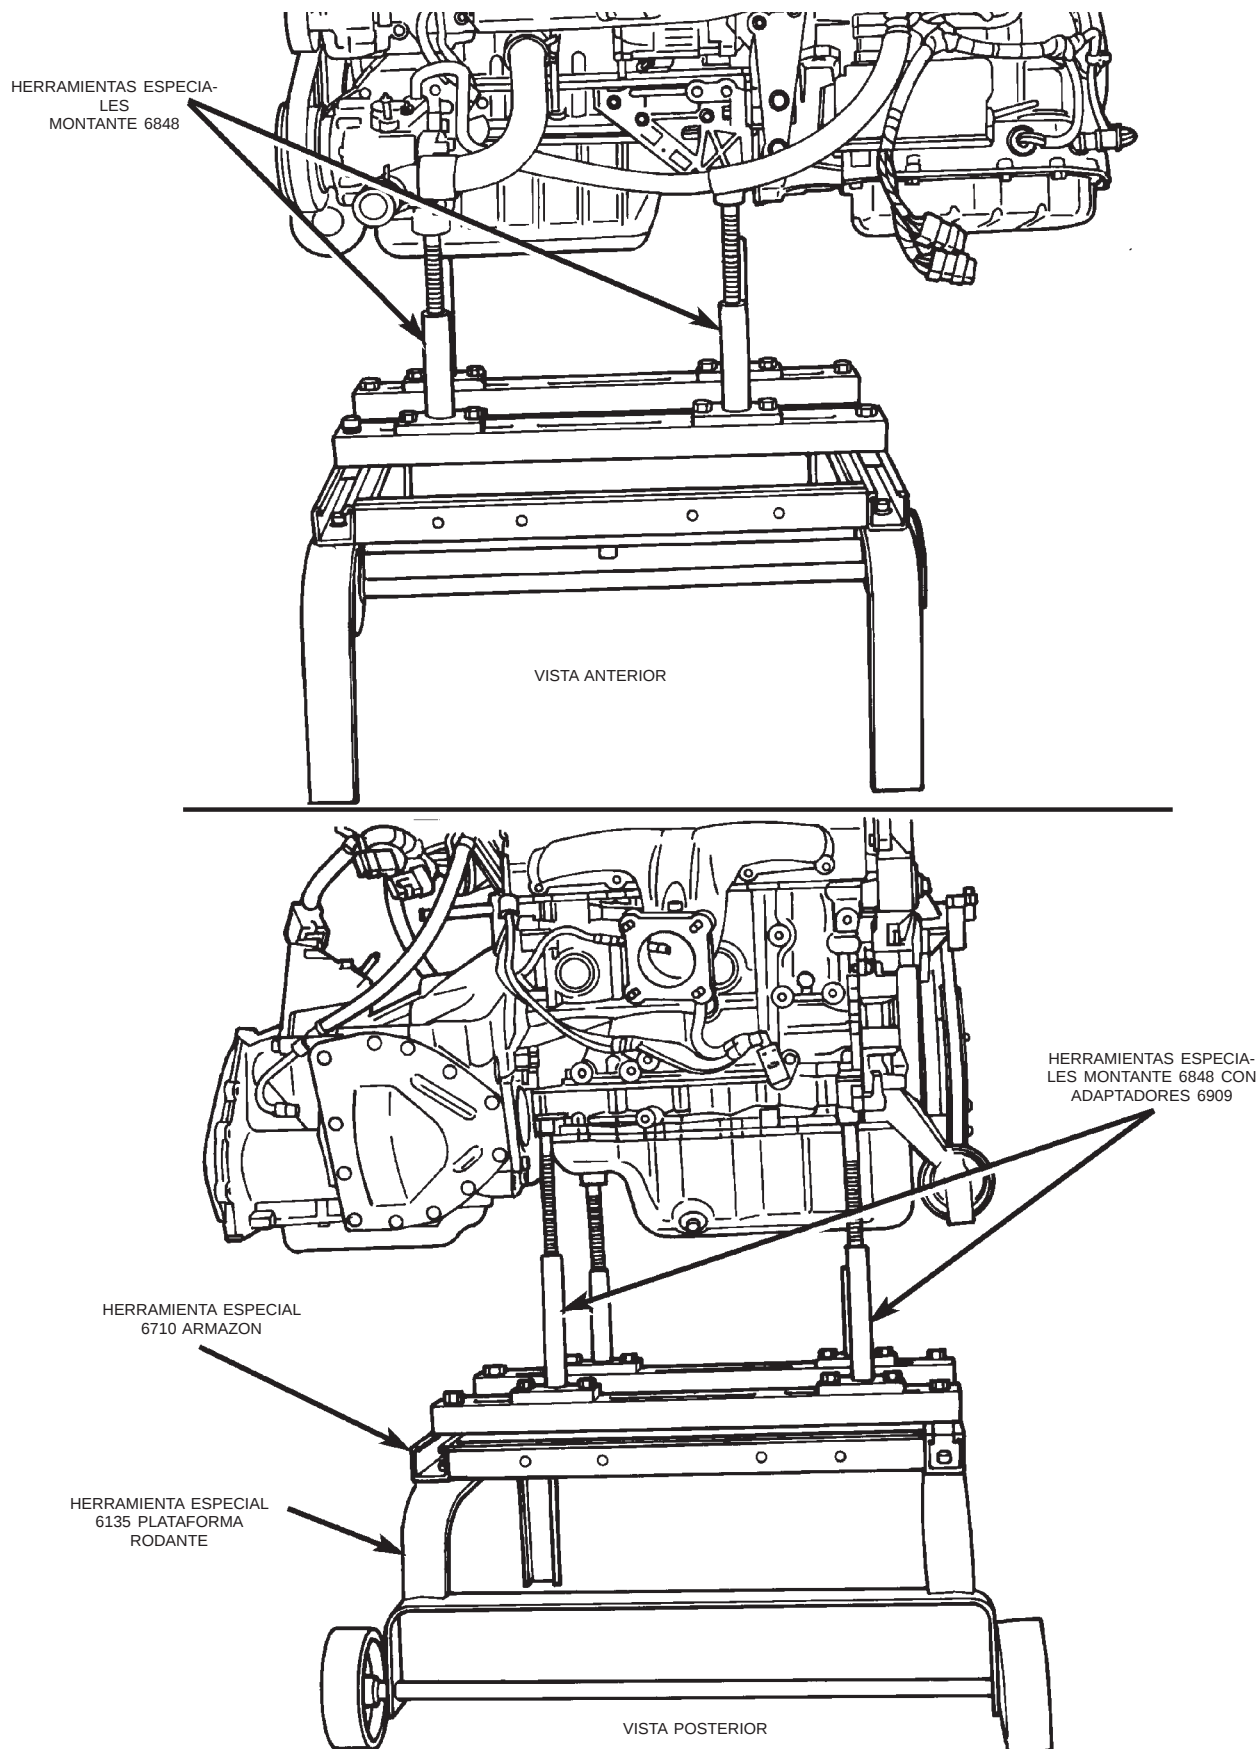

Fig. 21 Emplazamiento de los soportes de montante del soporte de armazón de motor
(13) Retire las correas de transmisión de accesorios. Consulte Desmontaje de la correa de transmisión de accesorios en el grupo 7.
(14) Retire los semiejes.
(15) Desconecte el tubo de escape del tubo múltiple.
(16) Retire los pernos de empuje de los soportes trasero y delantero del motor.
(17) Retire las ménsulas de soporte delantera y trasera del motor y la transmisión.
(18) Retire el collar. Retire los pernos del convertidor y marque el convertidor como referencia para el reensamblaje.
(19) Baje el vehículo.
(20) Retire la bomba, el depósito y las mangueras de la dirección asistida. Emplace los componentes para el desmontaje del motor.
(21) Retire el tubo de succión de A/A del compresor. Tape el orificio y el tubo de succión.
(22) Retire las tiras de masa conectadas a la carrocería.
(23) Eleve el vehículo lo suficiente para permitir instalar la plataforma rodante 6135 y el armazón 6710 con columnas 6848 debajo del vehículo (Fig. 21).
(24) Afloje los soportes del armazón para el motor, a fin de permitir el movimiento para emplazarlo sobre los orificios de posición del motor situados en la bancada de éste, en el compresor y el soporte. Instale los adaptadores 6909 en los dos montantes de la parte trasera del motor. Baje el vehículo y emplace los soportes del armazón hasta que el motor quede apoyado sobre los montantes de soporte. Apriete los soportes en el marco del armazón. Esto evitará que los soportes se muevan cuando retire o instale el motor y la transmisión.
(25) Baje el vehículo de modo tal que el peso del motor y la transmisión esté SOLAMENTE sobre el armazón.
(26) Retire los pernos del soporte del motor y de la transmisión.
(27) Eleve lentamente el vehículo. Puede ser necesario desplazar el conjunto de motor/transmisión sobre el armazón para permitir el desmontaje alrededor de los rebordes de la carrocería.